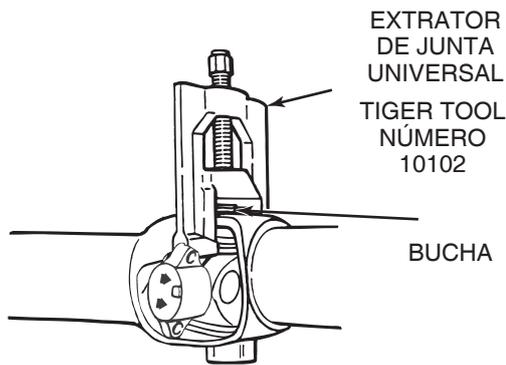

Figura 4.10
1. Posicione um puxador de junta universal (Tiger Tools número de ferramenta 10.102). Consulte a página Notas de Serviço na parte interna da Capa Frontal deste manual para obter informações de como obter esta ferramenta. Figura 4.10.